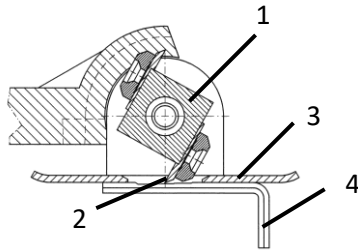

Fig. 7: Still inn kniven
- > Bytt ev. ut kniven (2 – fig. 7).
- > Drei valsen (1 – fig. 7) slik at den stikker ut maksimalt fra styreplaten (3 – fig. 7).
- > Legg inn unbrakonøkkelen (4 – fig. 7) mot styreplaten på en slik måte at sporet med ønsket skjæredybde befinner seg under kniven.